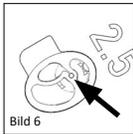

Bild 6
■ **Bild 6** Protesens klocka måste vila på fördjupningens bas och huvudplattan måste sitta helt i den därför avsedda öppningen, så att huvudplattans ovansida sluter samman med tolkskivans ovansida.